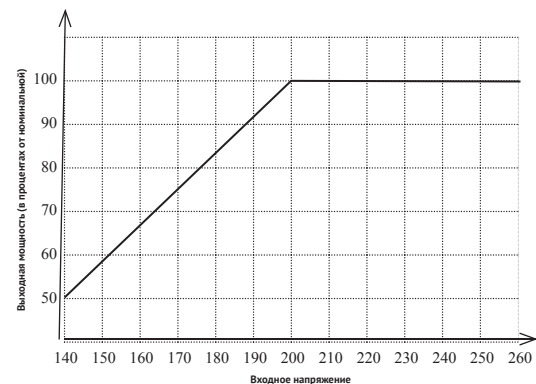

рис. 4
3.3.3 При выборе стабилизатора необходимо учитывать зависимость его мощности от величины входного напряжения. При снижении входного напряжения ниже 200 В, мощность стабилизатора уменьшается, как показано на рис.4.